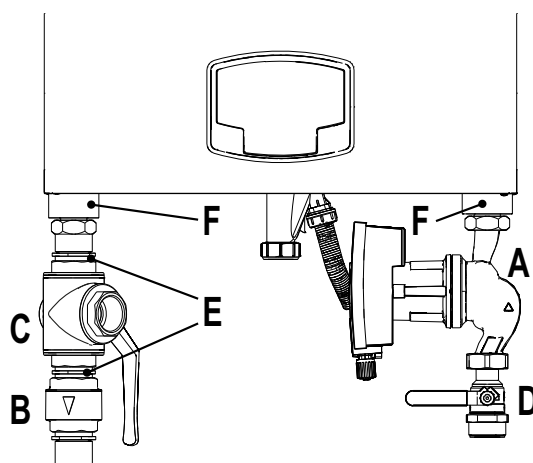

рис. 34- Котел с установленными комплектами
- Настройка Dp-v пропорционального напора (рис.34)
арт. 042070X0 - КОМПЛЕКТ ВЫСОКОПРОИЗВОДИТЕЛЬНОГО ЦИРКУЛЯЦИОННОГО НАСОСА - 7 м (А - рис. 34)
арт. 042071X0 - КОМПЛЕКТ ВЫСОКОПРОИЗВОДИТЕЛЬНОГО ЦИРКУЛЯЦИОННОГО НАСОСА - 10 м (А - рис. 34)
- 1 НЕВОЗВРАТНЫЙ КЛАПАН - Гнездовое 1"1/2 (В - рис. 34)**
- 2 3-ХОДОВОЙ ВЕНТИЛЬ - Гнездовое 1"1/2 (С - рис. 34)**
- 3 ВЕНТИЛЬ Штыревое/гнездовое 1"1/2 (D - рис. 34)**
- 4 СОЕДИНИТЕЛЬНЫЙ ПАТРУБОК 1"1/2 (Е - рис. 34)**
- 5 Соединительные трубы подачи и возврата 1"1/2 (F - рис. 34)**